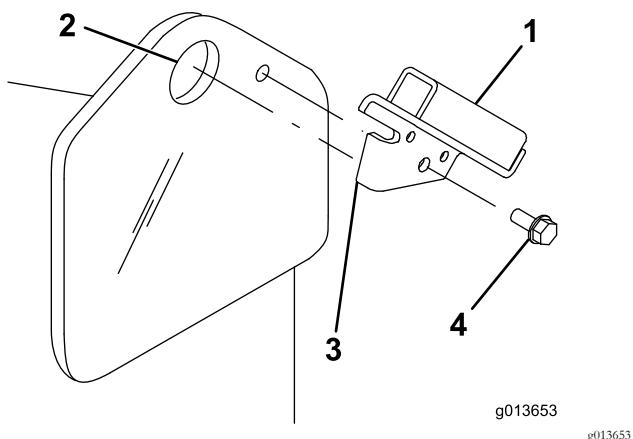

Figura 3
1. Inserite l'aletta della staffa dello schermo di protezione nel foro del punto di sollevamento sul trattorino, allineando il foro sulla staffa al piccolo foro sul telaio del trattorino (Figura 3).
2. Fissate la staffa al telaio con una vite autofilettante (Figura 3).